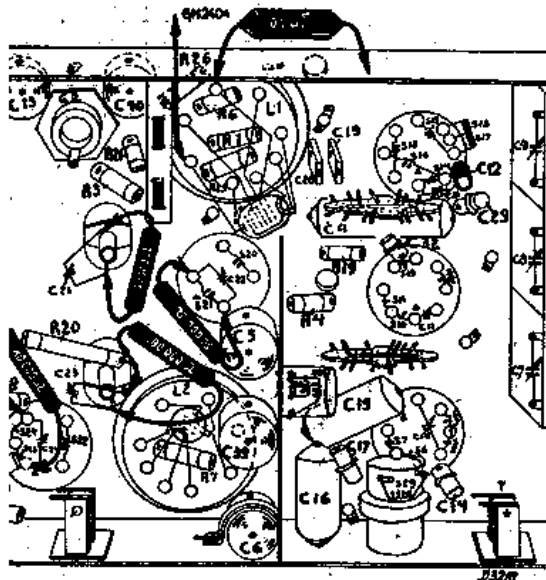

Fig. 3
Disposer une résistance de 50.000 Ohm en parallèle sur S21 et une résistance de 80.000 Ohm en parallèle sur S22 (voir fig. 3).
Déplacer la résistance de 50.000 Ohm vers S20 et la résistance de 80.000 Ohm vers S23+S24 (voir fig. 3).
3. Court-circuiter l'oscillateur en montant un petit conducteur en parallèle avec C9 (Figure 3.)
8. Régler C12 (voir fig. 3) sur la puissance de sortie maximum.